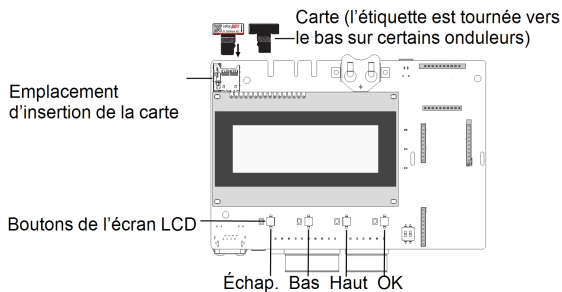

Figure 10: Carte de communication et carte d'activation
1. Effectuez la procédure de couplage : appuyez et maintenez enfoncé le bouton OK de l'écran LCD (le plus à droite de la carte de communication - voir la *Figure 10*) pendant environ **10 secondes**. Le message suivant s'affiche :